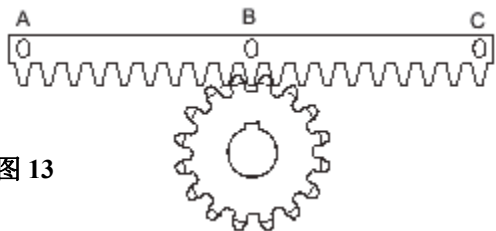
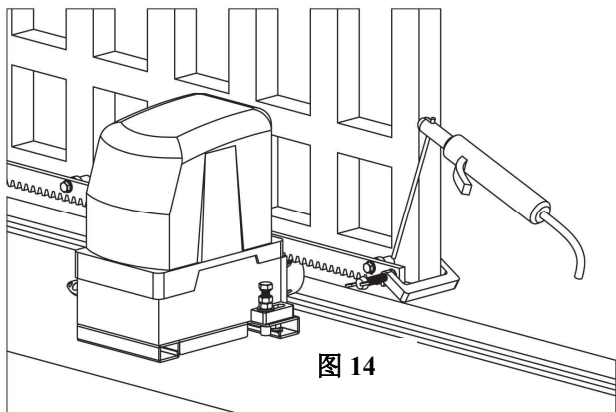

图 13
图 14
6.3. 按图13将一段齿条放在齿轮上面。让其平行于门的导轨，把中间的螺丝B临时焊在门上。手动推门使螺丝A位于齿轮上，将其紧压并焊接到门上。用同样的方法焊住螺丝C，如图14。